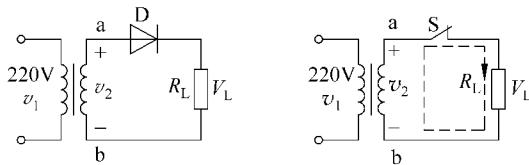

图 1-11 二极管导通等效电路
(1) 半波整流电路分析
① 当输入交流电时,经二极管半波整流后,输出一半的波形,其原因是当输入电压使二极管正偏时,二极管导通,导通的二极管相当于接通的开关,等效为如图 1-11 所示电路,负载上有电流而产生输出电压。
单相半波整流电路如图 1-11 所示, 由电源变压器、整流二极管、负载组成。电源变压器是将市电(220V)降低到需要的电压值, 负载用 R_L 等效。